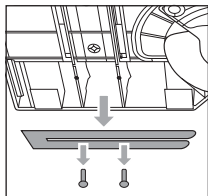

Fig. 1
- ◆ Scoateți clemele de fixare **8** de pe partea inferioară a produsului și scoateți barele de ghidare **7** (a se vedea fig. 1).